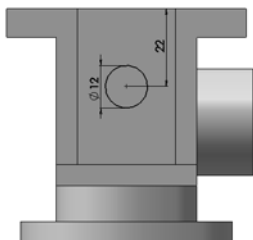

图 7-113 绘制正面 $\phi 12$ 孔草图
2) 绘制正面 $\phi 12$ 孔草图。单击“草图”工具栏中的 (圆) 按钮, 绘制一个圆。单击“尺寸/几何关系”工具栏中的 (智能尺寸) 按钮, 或选择菜单栏中的“工具”→“标注尺寸”→“智能尺寸”命令, 标注圆的直径为 12 mm, 如图 7-113 所示。